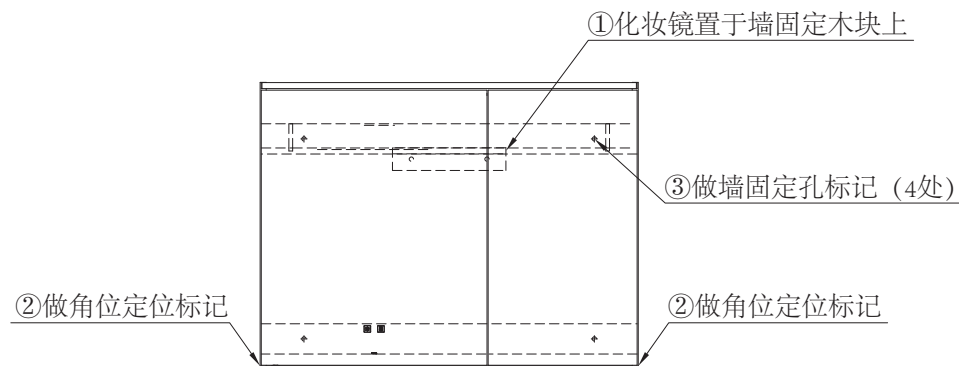

图3
- ①将化妆镜挂在固定好的墙固定木块上(墙固定木块起到临时固定作用); 注意: 化妆镜挂上后需要用手扶住化妆镜, 防止化妆镜掉落。
- ②左右移动调整化妆镜的位置, 调整至居中放置, 两端做角位定位标记;
- ③如图3所示, 在化妆镜的墙固定孔位置做好标记(4处);